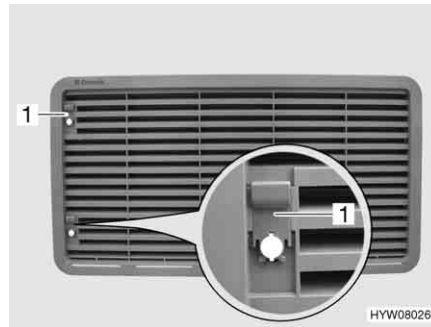

Fig. 146 Grille d'aération du réfrigérateur (avec curseur)
- Pousser le curseur (Fig. 146,1) vers le haut.